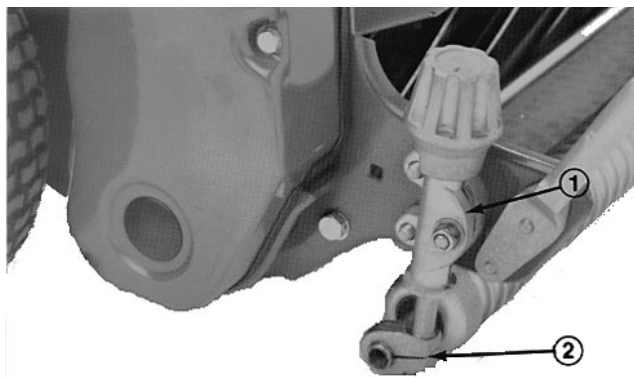

Fig. 6
2. Allentare i dadi autobloccanti che fissano le staffe dell'altezza di taglio alle piastre laterali (Fig. 6).